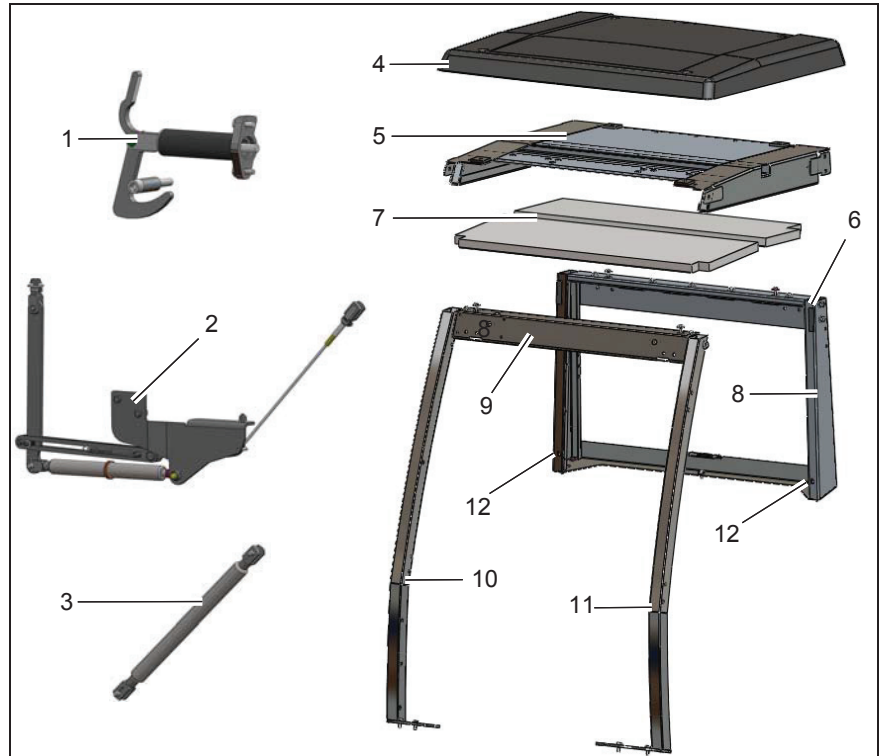

Abb.1
- Fanghaken (Abb. 1/1)
- Rückzugssystem (Abb. 1/2)
- Gasdruckfeder (Abb. 1/3)
- Haube (Abb. 1/4)
- Dach und Distanzbleche (Abb. 1/5)
- Dichtungen (Abb. 1/6)
- Dämmmatten (Abb. 1/7)
- Rahmen hinten (Abb. 1/8)
- Blech und Winkel (Abb. 1/9)
- Rahmen rechts (Abb. 1/10)
- Rahmen links (Abb. 1/11)
- Gewindeplatten (Abb. 1/12)